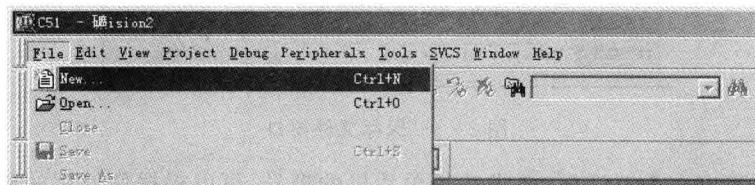

图 2-7 “File”菜单的“New”选项
(5) 如图 2-7 所示, 单击“File”菜单, 再在下拉菜单中单击“New”选项。